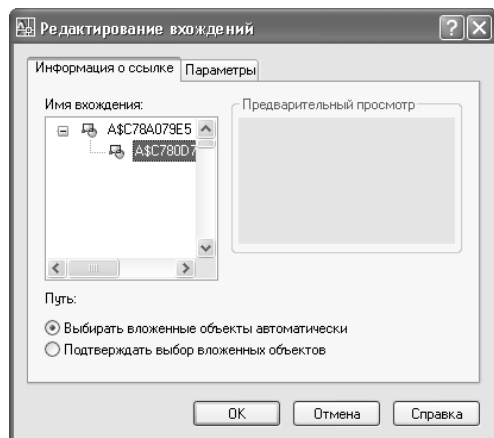

Рис. 13.35 ◀ Диалоговое окно Редактирование вхождений (Reference Edit)
9. В появившемся окне **Редактирование вхождений** (Reference Edit) на вкладке **Информация о ссылке** (Identify Reference) будет выделен объект с автоматически созданным AutoCAD именем, как показано на рис. 13.35 (объект, который находится на верхнем уровне иерархии, – это исходный блок, который находится на листе **Формат А2**).